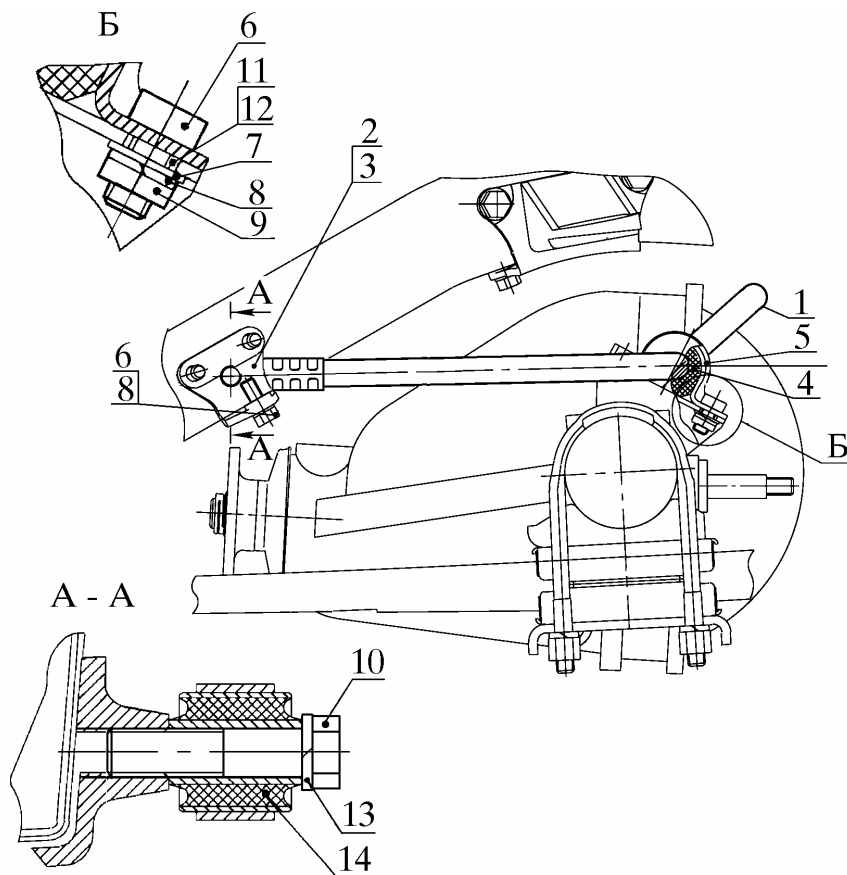

Рис. 4. Снятие стабилизатора задней подвески:
4.4.1. Отсоединить наконечник левой штанги 1 (рис. 4) от кронштейна 2 левого, вывинтив и сняв болт 10 с шайбой 13